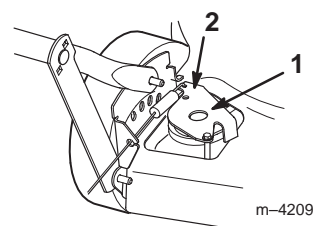

Figure 25
3. Pousser le support de traction vers le bas jusqu'à ce qu'il touche la tondeuse, et le maintenir dans cette position (Fig. 25).